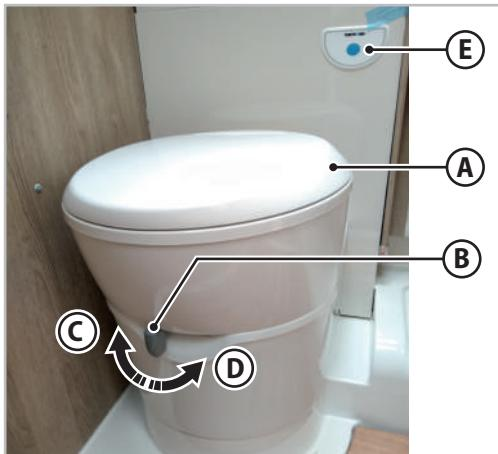

Fig. 6.44 - Rincage du WC
La partie supérieure du WC (A - Fig.6.44) peut tourner vers la droite ou vers la gauche pour optimiser l'utilisation des espaces.
1. Déplacer le levier (B - Fig.6.44) en position (C - Fig.6.44) pour ouvrir le volet d'évacuation.
2. Maintenir le bouton (E - Fig.6.44) de rinçage enfoncé pour le temps nécessaire.
3. Pour fermer le volet d'évacuation, déplacer le levier en position (D - Fig.6.44).
1. Vérifier que la trappe d'évacuation du WC est fermée : le levier (B - Fig.6.44) doit être en position (D - Fig.6.44).